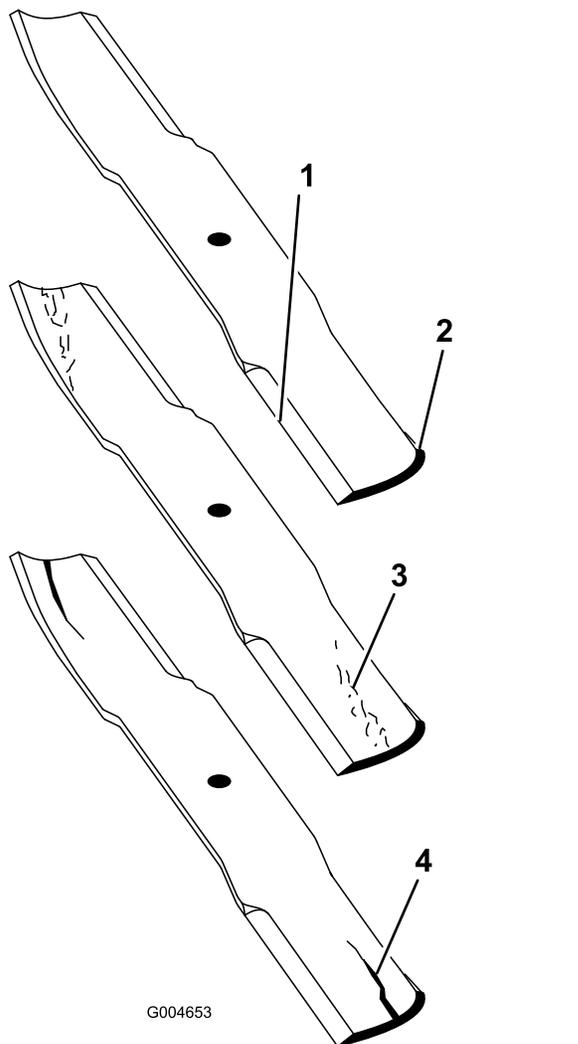

Bild 26
- Prüfen Sie die Schnittkanten des Messers sorgfältig, insbesondere dort, wo die geraden Flächen die gebogenen berühren (Bild 26).
Hinweis: Da Sand und anderes reibendes Material das Metall abschleifen kann, das die flachen mit den gebogenen Teilen verbindet, müssen Sie das Messer vor jedem Einsatz des Rasenmähers prüfen. Wenn Sie Abnutzungen feststellen (Bild 26), sollten Sie das Messer auswechseln.